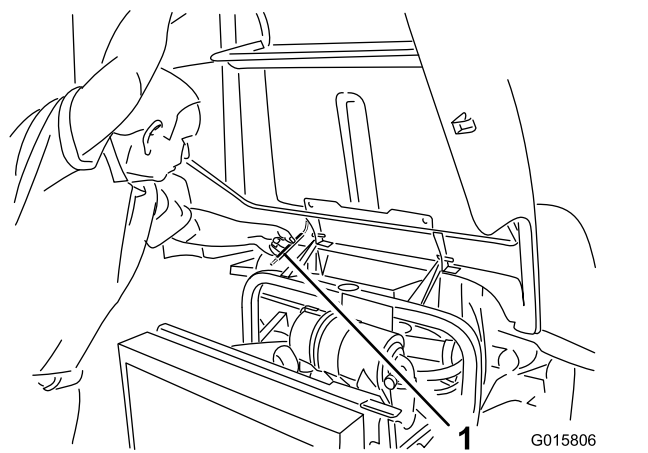

Figura 47
2. Levante el capó lo suficiente para colocar la varilla de soporte detrás del tubo del bastidor (Figura 47).